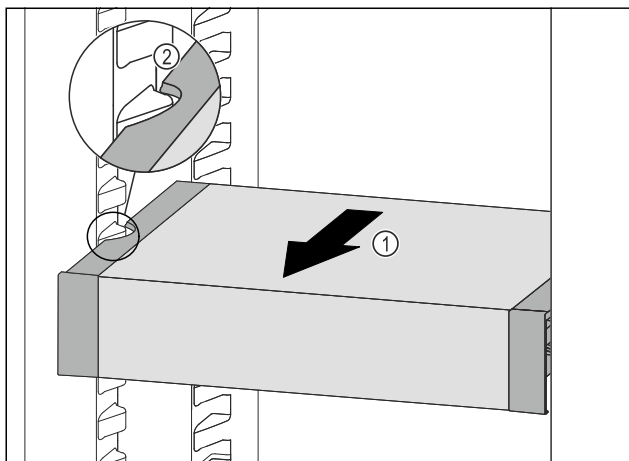

Fig. 118
- Táhněte VarioSafe dopředu Fig. 118 (1), dokud nebudou boční vybrání VarioSafe na úrovni žebrování na nádoby v chladničce. Fig. 118 (2)